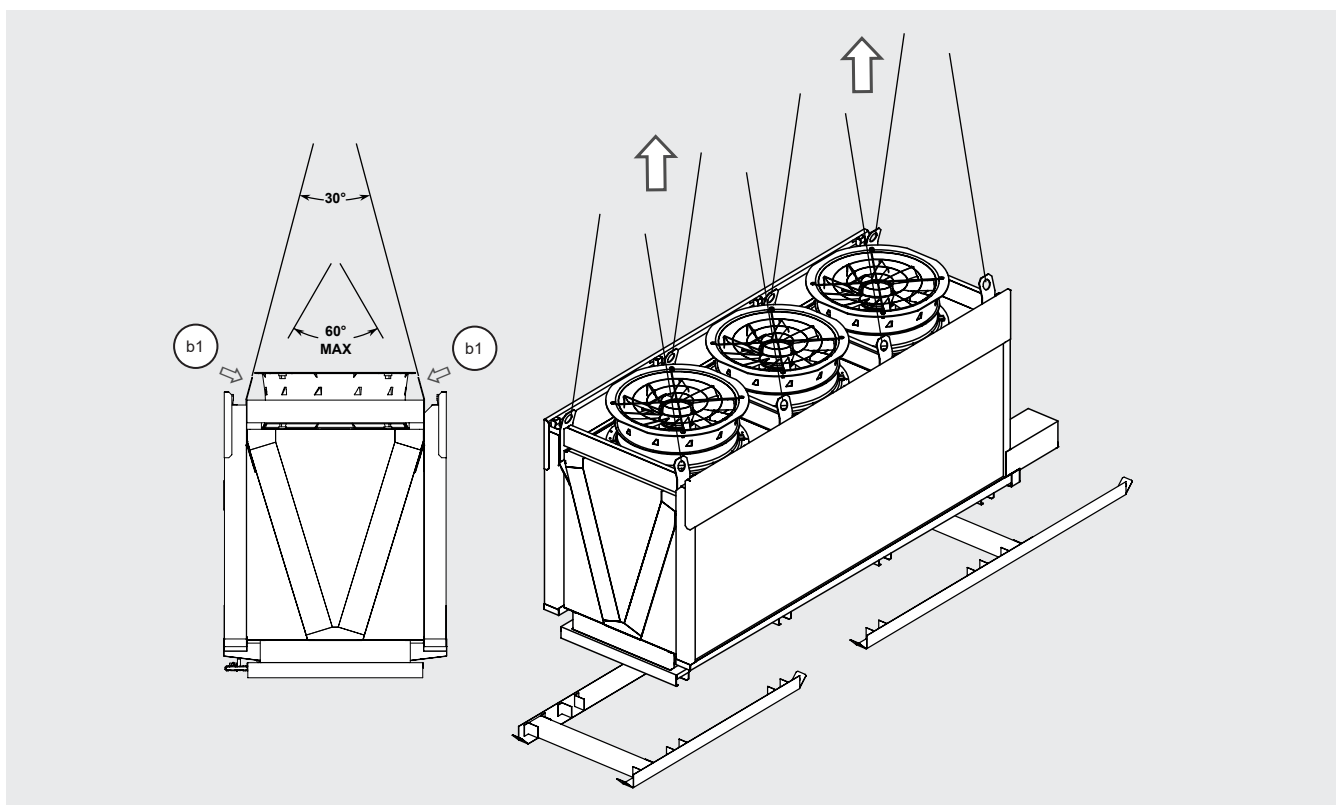

Figura 7
- 5.5 Fije la grúa a los puntos de elevación (b1), levante el modelo y colóquelo en su ubicación definitiva. Utilice todos los puntos de elevación. ver la Figura 7.